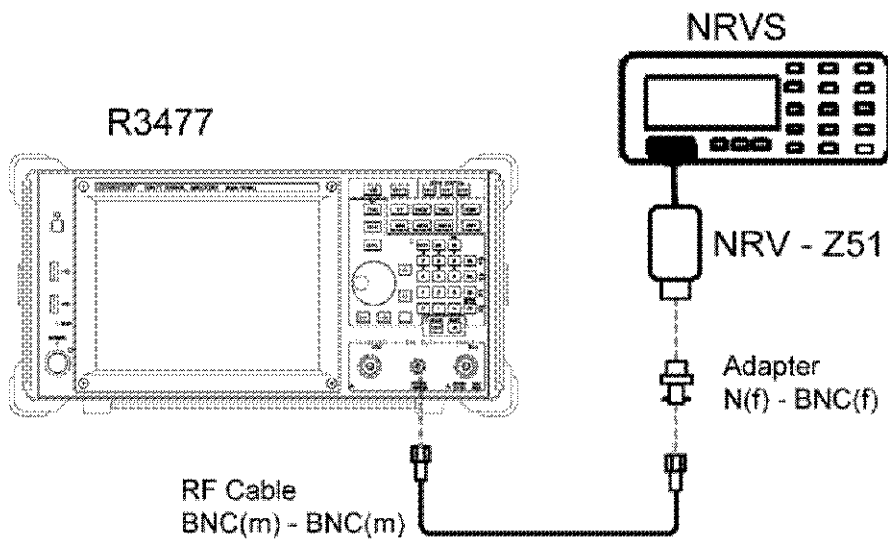

図 2-2 校正信号出力確度試験接続図
1. 機器を図 2-2 のように接続します。
6. パワー・センサを図 2-2 のように接続します。